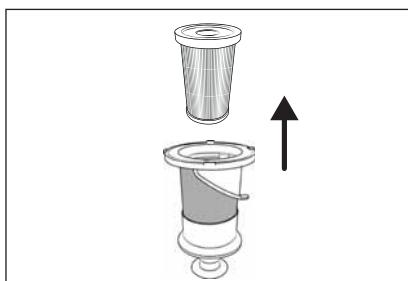

Fig. 19
- Tag HEPA-filteret ④ ud af filteret af rustfrit stål ⑤ ved at holde i åbningen på HEPA-filteret ④ og tage det ud af filteret af rustfrit stål ⑤ (se fig. 19).